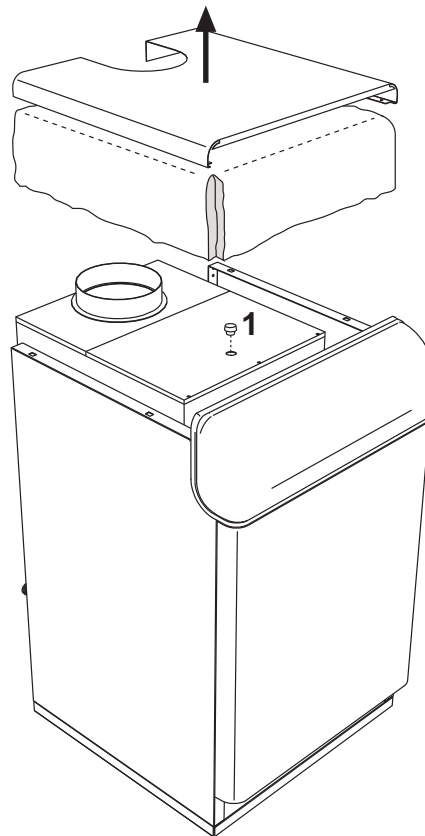

fig. 66 - Analyse de la combustion
3. Ouvrir le point de prélèvement des fumées 1, fig. 66 ;